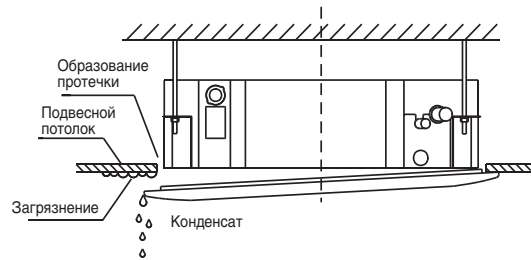

Рис. 5-11
- Некорректная затяжка крепежа может привести к протечке конденсата (рис. 5-11).